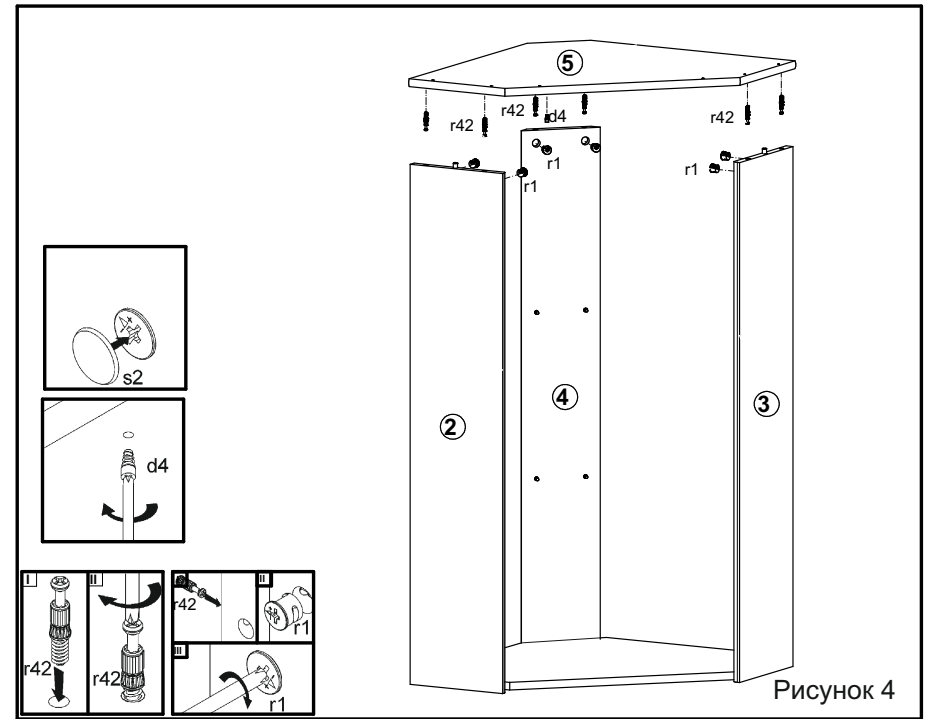

Рисунок 4
8. В отверстия $\varnothing 5$ мм на нижней поверхности щита верхнего **5** вкрутить ограничитель двери **d4** (см. рис. 4).